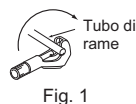

Fig. 1
- Per facilitare il deflusso dello scarico, il tubo di scarico deve essere rivolto verso il basso. (Fig. 1)
- Unire la tubazione del refrigerante e il tubo di scarico, quindi applicare il nastro di feltro (4) partendo dall'estremità. La larghezza di sovrapposizione del nastro di feltro (4) deve essere 1/3 della larghezza del nastro stesso. Utilizzare un fermo per bende all'estremità del nastro di feltro (4).
- Rimuovere il coperchio dello scarico posizionato sul lato posteriore destro dell'unità interna. (Fig. 1)
- 1) Tagliare il tubo di rame in modo corretto con un tagliatubi. (Fig. 1, 2)